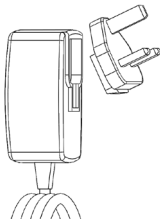

Bild Nr. 1 - Stromversorgung
**Wechselstromanschluss** ... (Siehe Bild Nr. 1 – Stromversorgung)